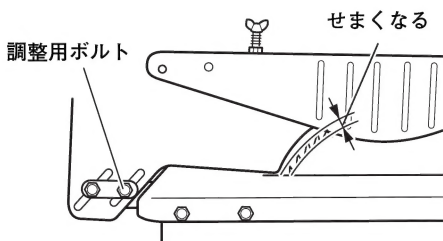

図 7-3
- (1) 調整用のボルトをゆるめ、ソーガードを溝に沿って動かすと、間隔がせまくなります。(図 7-3)